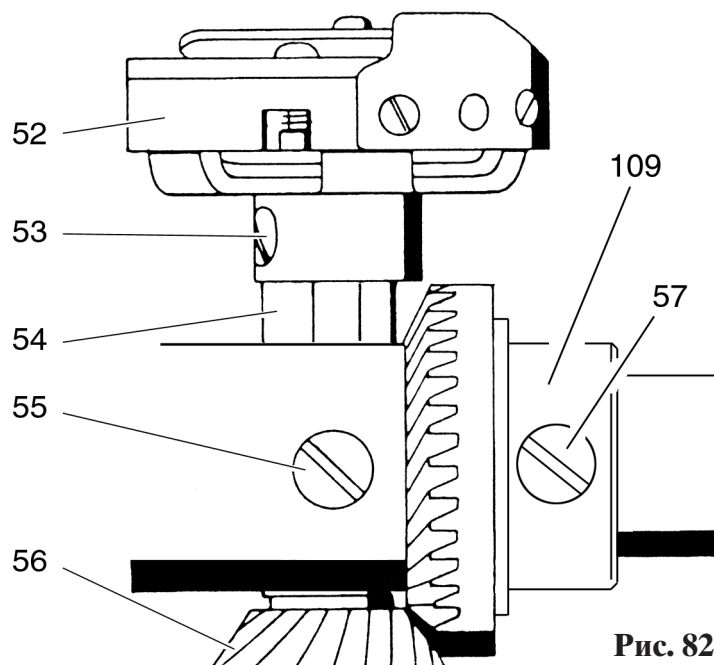

Рис. 82
- Ослабьте оба винта 53 челночного механизма (рис. 82).
- Вставьте в машину новый приводной вал челнока с коническим колесом 56 (рис. 82).
- Слегка ослабьте винт 57. Сдвиньте влево коническое колесо с подъемным эксцентриком 109, чтобы оно вошло без зазоров в зацепление с коническим колесом 56 (рис. 82).